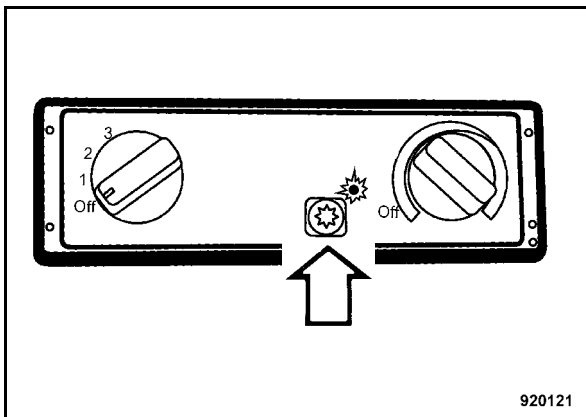

Fig. 118
- Conectar el sistema de aire acondicionado (Fig. 118).